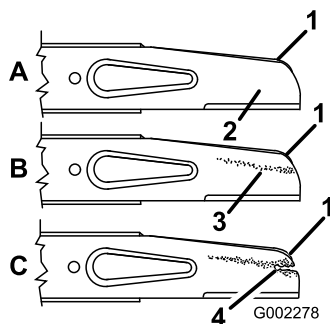

Figura 24
2. Retire el perno de la cuchilla, la arandela de freno, el acelerador y la cuchilla (Figura 24).